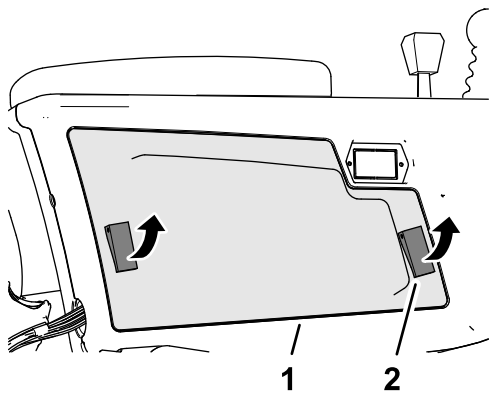

Figura 133
2. Deschideți cele 2 elemente de fixare care fixează capacul braului de control pe braul de control și îndepărtați capacul (Figura 133).